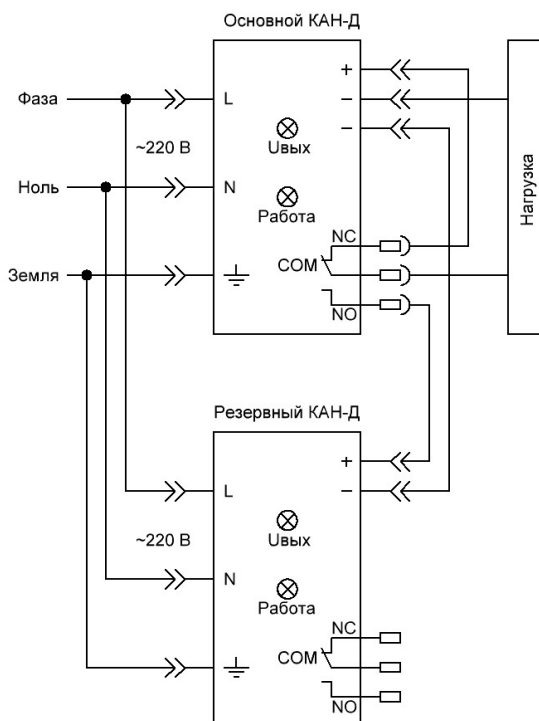

Рис.9. Схема резервирования Б
- подключите блоки согласно рис.9;